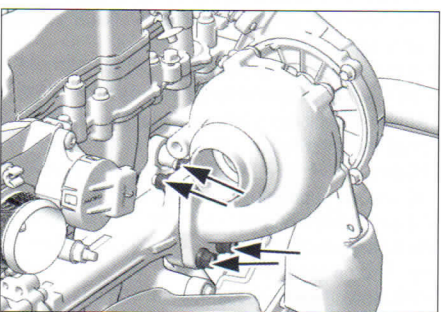

FIG.35
- las 4 tuercas de fijación del turbocompresor (fig. 35).